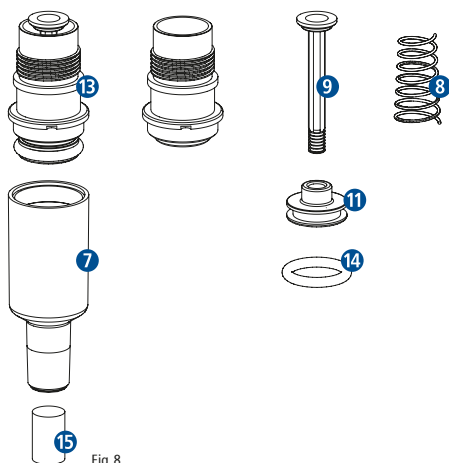

Fig. 8
- Tournez avec précaution le cône de la pipette **7** dans le sens horaire des aiguilles d'une montre. Retirez la bague d'appui **11** de l'ensemble de piston **13**. Une fois le joint torique **14** oté, vous pouvez nettoyer le ressort **8** et le piston **9** (Fig. 8).